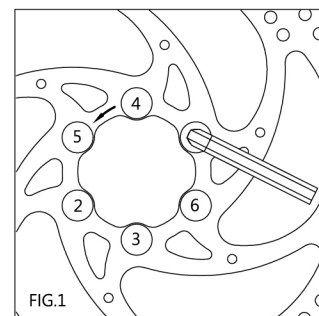

FIG.1
- 用 T25 梅花扳手將 M5 碟盤螺絲依序相對位置交替鎖緊於花鼓上，鎖緊扭力 6~8Nm (53 ~ 71 in.lbs) (FIG.1)。